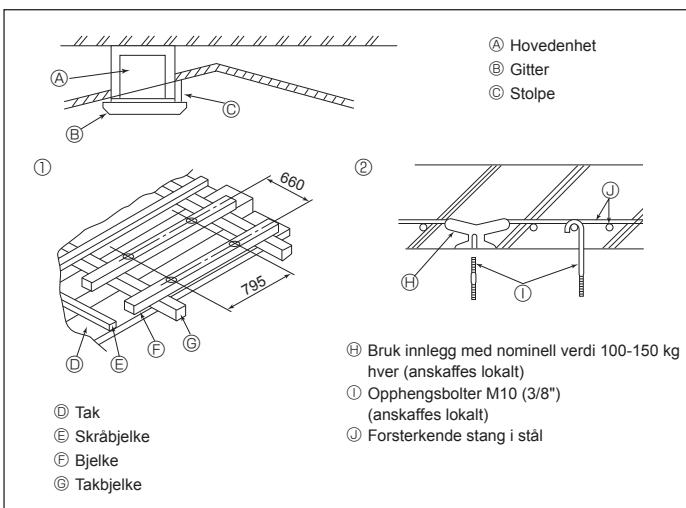

Fig. 3-5
3.5. Opphangsstruktur (gi opphangstedet en sterk struktur) (Fig. 3-5)